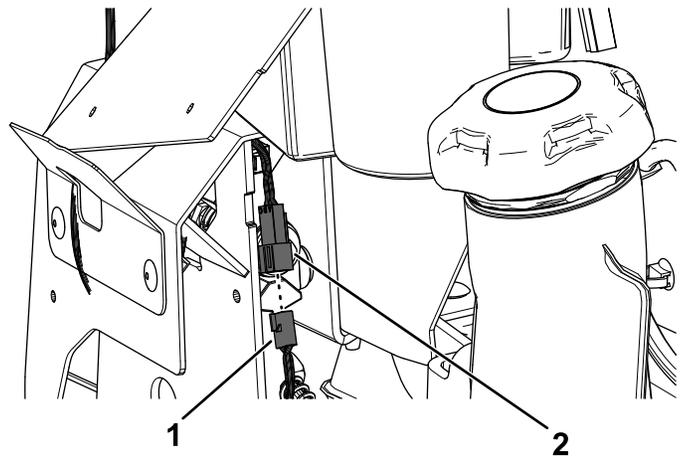

Figura 18
2. Collegate il connettore del cablaggio preassemblato del kit al connettore della nuova leva di controllo del movimento sinistra (Figura 18).